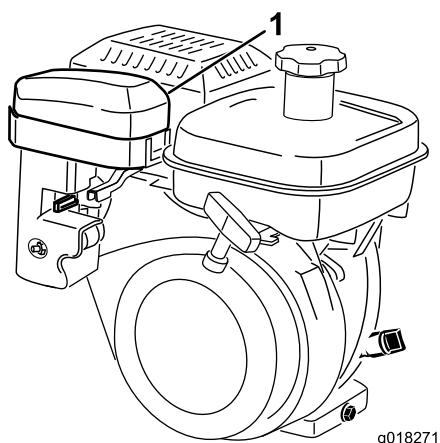
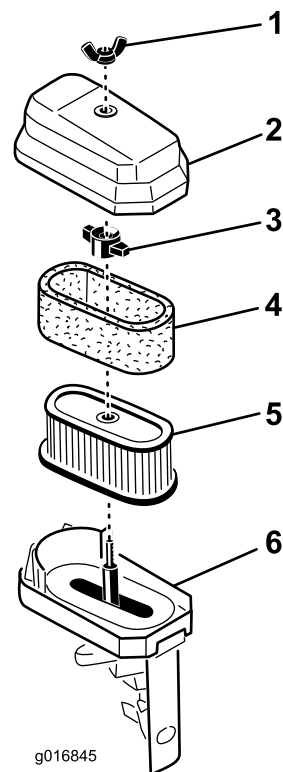

Bild 32
Bild 33
2. Nehmen Sie die Flügelschraube ab, mit der die Luftfilterabdeckung am Luftfilter befestigt ist. Nehmen Sie dann die Abdeckung ab. Reinigen Sie die Abdeckung gründlich (Bild 32 und Bild 33).
3. Nehmen Sie einen verschmutzten Schaumeinsatz vorsichtig vom Papiereinsatz ab (Bild 33). Reinigen Sie ihn gründlich.